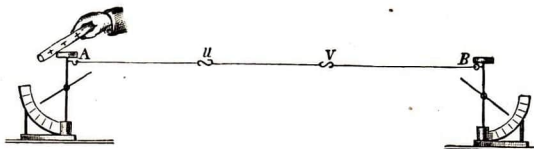

Abb. 301. Nachweis der Leitfähigkeit
**Vorübung:** Verbinde zwei Elektroskope durch einen Metalldraht (Abb. 301) und lade das eine! [Ergebnis: Sofort schlägt auch das zweite Elektroskop aus.] — Man verbinde die beiden Elektroskope durch einen trockenen Seidenfaden! [Ergebnis: Das zweite Elektroskop macht keinen Ausschlag.]